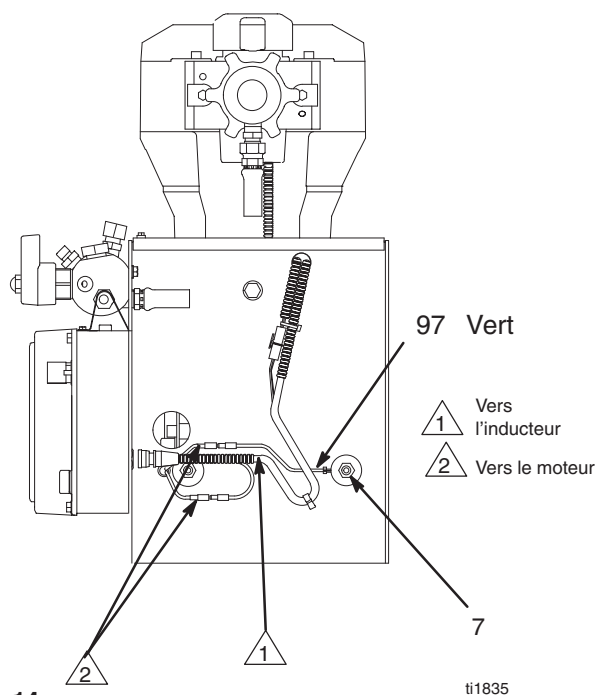

Fig. 14
2. Fig. 14. Débrancher tout le câblage nécessaire.
3. Fig. 14. Brancher tout les câbles nécessaires.